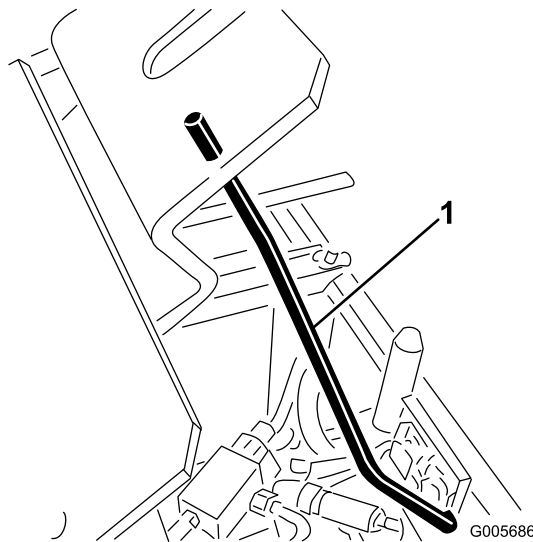

Bild 10
4. Stützen Sie den Sitz mit der Sitzstützstange ab (Bild 10).
6. Stützen Sie den Sitz mit der Sitzstützstange ab (Bild 10).